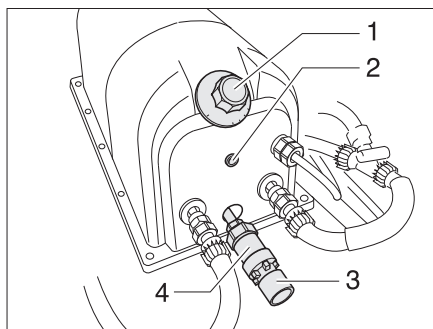

Fig. 129 Caldera Reich
La caldera funciona con 230 V. La caldera calienta aprox. 5 l de agua. La temperatura del agua se puede ajustar en el regulador de temperatura (Fig. 129,1) de la caldera. El agua se puede calentar a máximamente 80 °C.
- Ajustar la temperatura deseada en el regulador de temperatura (Fig. 129,1). La luz de control (Fig. 129,2) está iluminada durante la fase de calentamiento.
- Girar el regulador de temperatura (Fig. 129,1) en sentido contrario a las agujas del reloj hasta la marca "I".
- Ajustar la temperatura deseada en el regulador de temperatura (Fig. 129,1).
- Abrir el vaciado de agua en la válvula de sobrepresión (Fig. 129,4). Para ello, girar el botón giratorio rojo (Fig. 129,3) en sentido contrario a las agujas del reloj.